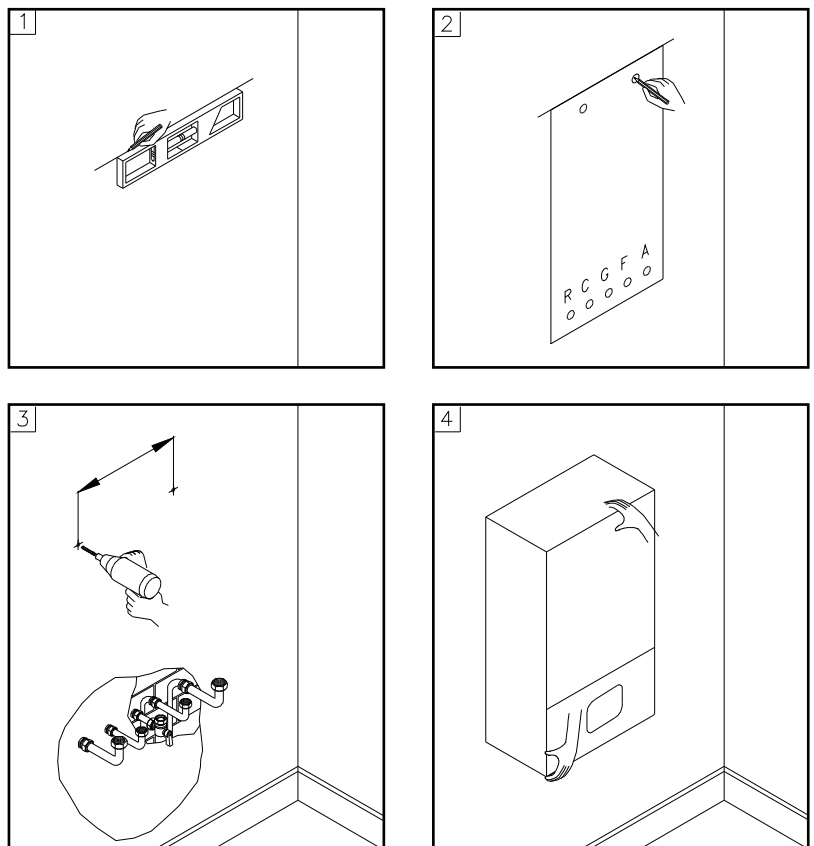

Bild 1) An der Montage-Position des Gerätes mit einer Wasserwaage eine Linie (Mindestlänge 25 cm) an der Wand ziehen um die **OBERKANTE** des Gerätes festzulegen.
A) Das eingepackte Gerät auf den Boden legen (Abb. 1), sodass die Pfeile am Karton nach oben zeigen, dann die 4 Klammern entfernen und die 4 Kartonflügel der Schachtel nach außen klappen.
Um einen Zugang zum Inneren des Gerätes für das Ausführen von Wartungsarbeiten zu ermöglichen, ist es **NOTWENDIG**, die Mindestabstände einzuhalten, die in der Abb. 1 angegeben sind.